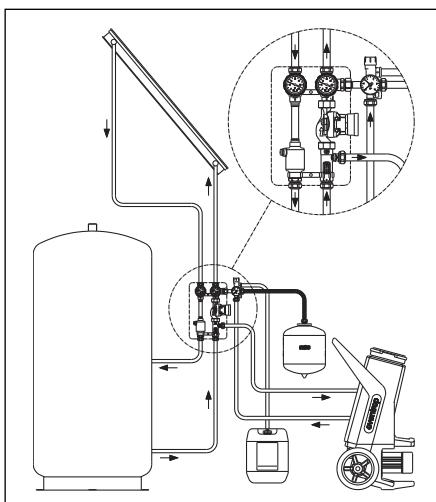

Abb. 6.14 Befüllen über Sicherheitsgruppe und Durchflussmesser
- Schließen Sie die Befüllstation an der Solaranlage an (Abb. 6.14). Dabei unbedingt die Durchflussrichtung der Förderpumpe beachten!